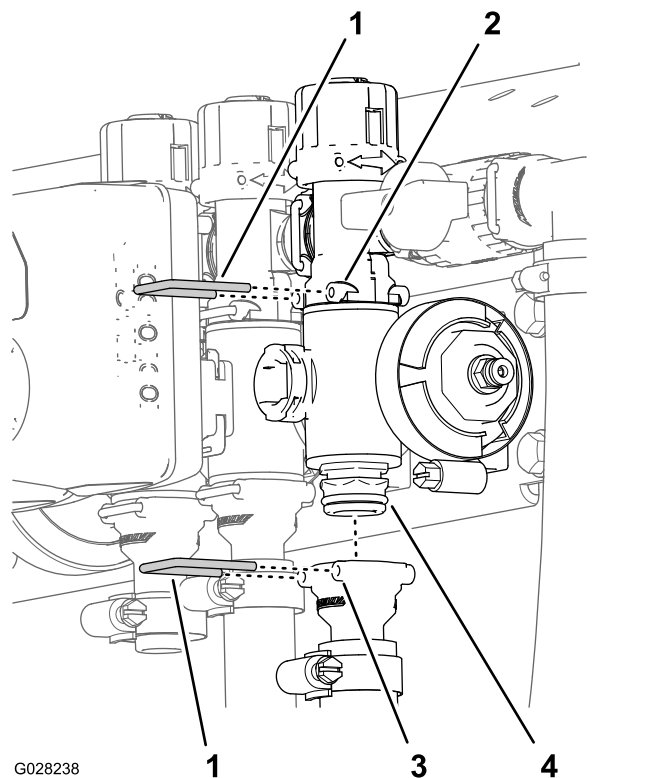

Figure 74
2. Retirez les étriers qui fixent le raccord de sortie au collecteur de vanne de section et le collecteur de vanne au raccord de dérivation (Figure 74).